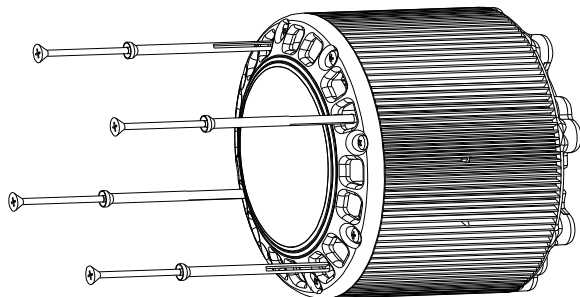

Рис. 3. Быстрый монтаж.
8.3. Закрепить светильник на месте установки с помощью скобы (рис.2) либо быстрым монтажом с помощью 4 саморезов (рис.3).